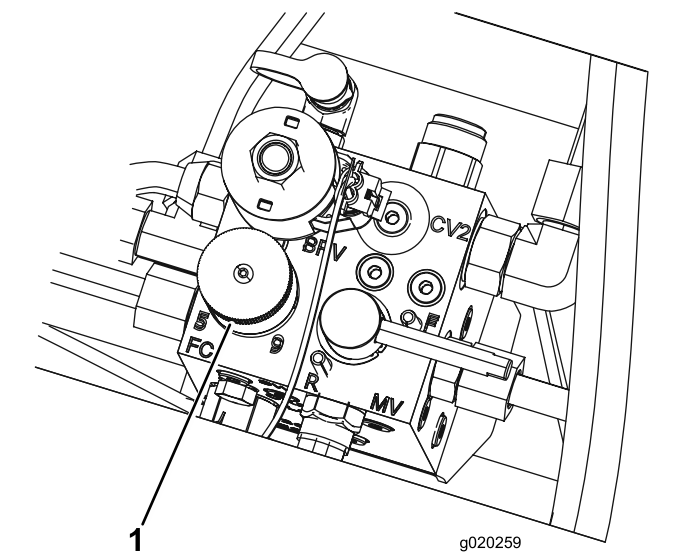

Рисунок 33
4. Для настройки скорости вращения барабана поворачивайте ручку управления (Рисунок 33) до совмещения стрелки указателя с числом, обозначающим требуемую настройку.